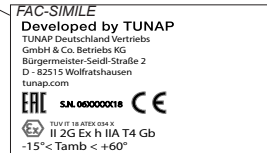

Fig. 1
- 13.2.1 Schmier Sie regelmäßig die Luftventilstange Punkt 12 Fig.1 (z.B. nach Beendigung der Reinigungsarbeiten) mit einem geeigneten Schmiermittel (z.B. TUNAP Servicespray MF 900). Hängen Sie die aircowell® Druckbecherpistole an dem Spezialhaken auf.